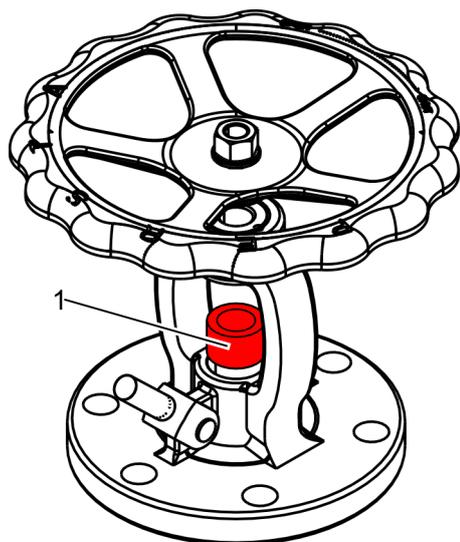

Fig. 32: Retrait des éléments du presse-étoupe
21. ▶ Retirer les éléments du presse-étoupe (Fig. 32/1) avec un tire-étoupe.